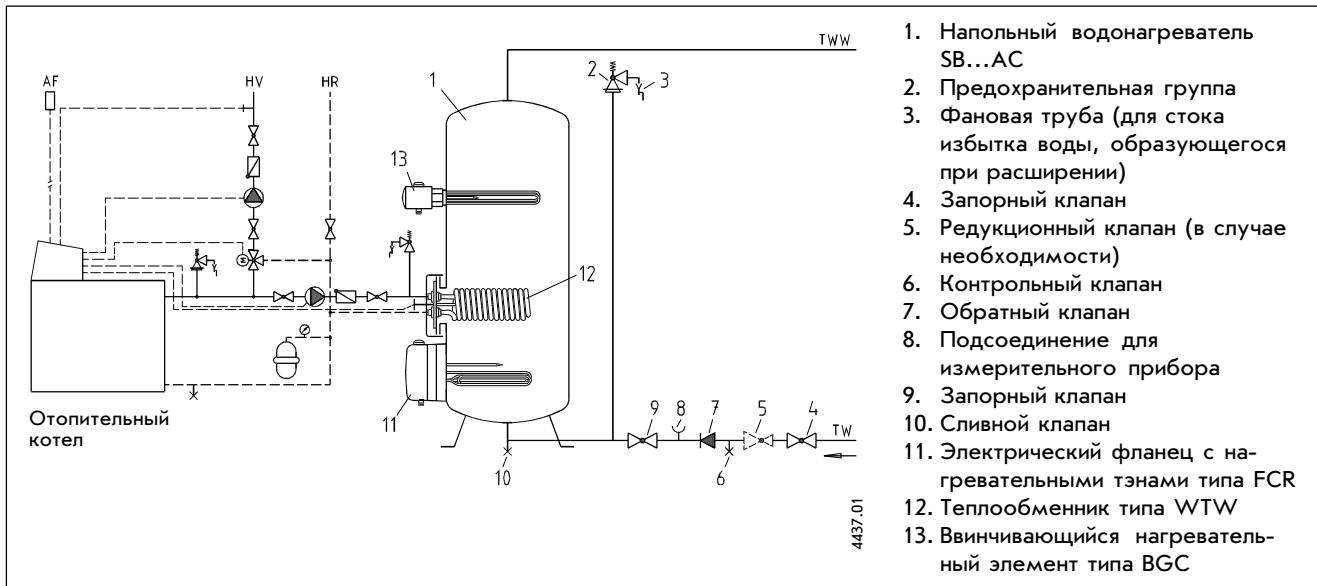

Рис. 4
Во время нагрева из предохранительного клапана (рис.4, поз.2) капает избыток воды, образующийся из-за расширенная воды при нагреве водонагревателя. Это является необходимой мерой предосторожности. Предохранительный клапан не перекрывать!
- Арматуру монтировать согласно рис.4